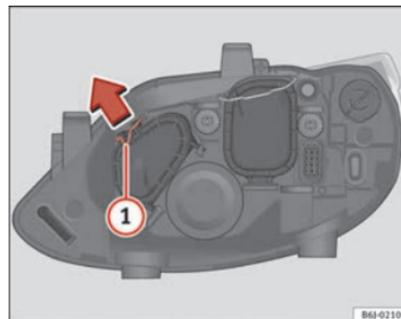

Fig. 151 Luci di posizione
- Far scorrere il tirante ① nel senso della freccia e sfilare la chiusura ⇒ fig. 151.